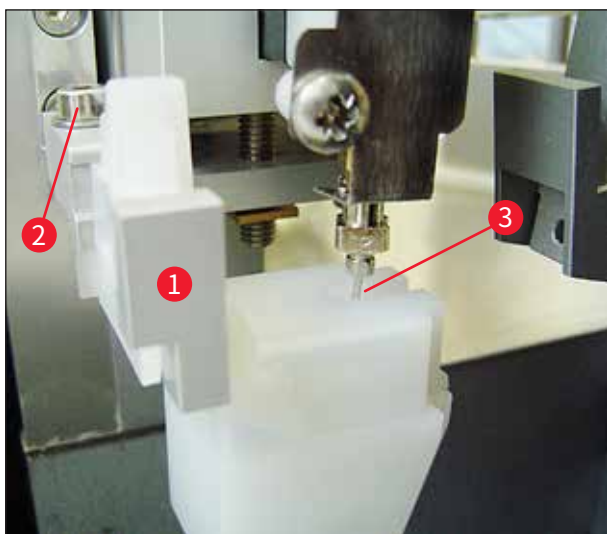

图 23
2. 为此, 用 3 号内六角扳手 (→ 图 22-5) 松开螺丝 (→ 图 23-2), 并横向移动托架 (→ 图 23-1), 直到喷胶针 (→ 图 23-3) 移入清洁口中间的正确位置, 从而对齐喷胶针清洁器 (→ 图 23)。